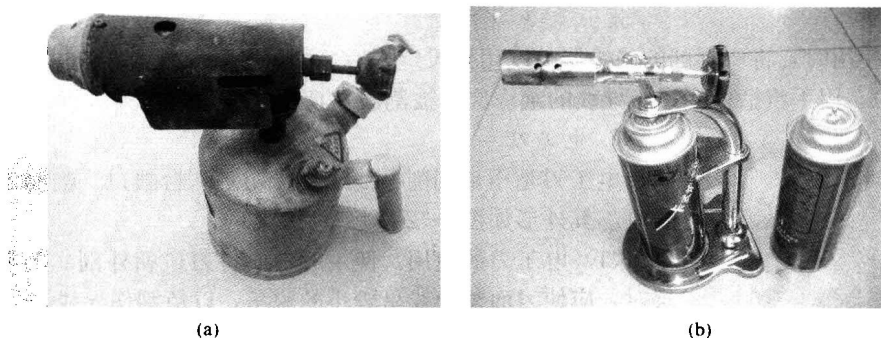

图 1-14 喷灯
(1) 喷灯的结构。喷灯的外形如图 1-14 所示，按其使用燃料可分为燃油喷灯（煤油喷灯、汽油喷灯）和燃气喷灯。